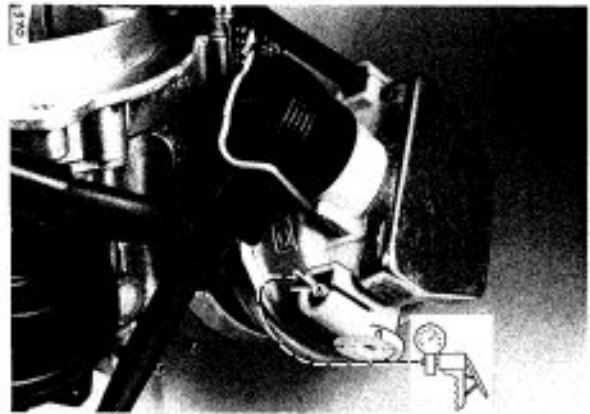

Bild 21
6.7 Regelbereich des Drosselklappenanstellers (Bild 21 und 22)
- Mit Handunterdruckpumpe am evakuierenden Ventil, s. Bild 21, während des Einstellvorgangs ständig Druckdifferenz (min. 250 mbar) erzeugen. (Der Stoßel des Drosselklappenanstellers fährt dadurch in eine lagegeregelte Position)